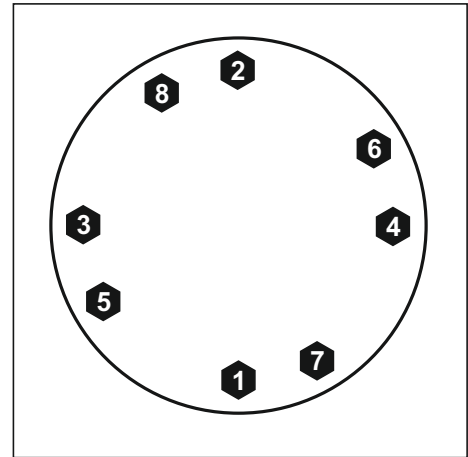

Рис. 104. Порядок затяжки болтов крепления маховика.
3. Ввернуть болты и затянуть рекомендуемым моментом в порядке, указанном на **Рис. 104**: